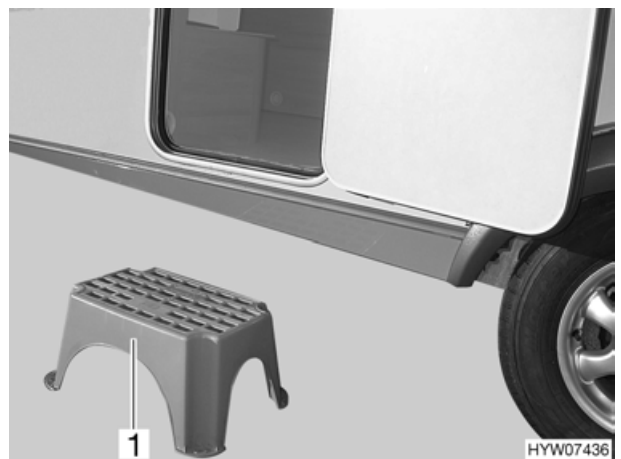

Fig. 7 Scalino di ingresso (variante 1)
- ▶ Prestare attenzione che lo scalino di ingresso (Fig. 7,1) sia disposto su un piano stabile. In questo modo si evita che lo scalino di ingresso si ribalti.
- Collocare lo scalino di ingresso (Fig. 7,1) davanti all'entrata del caravan.